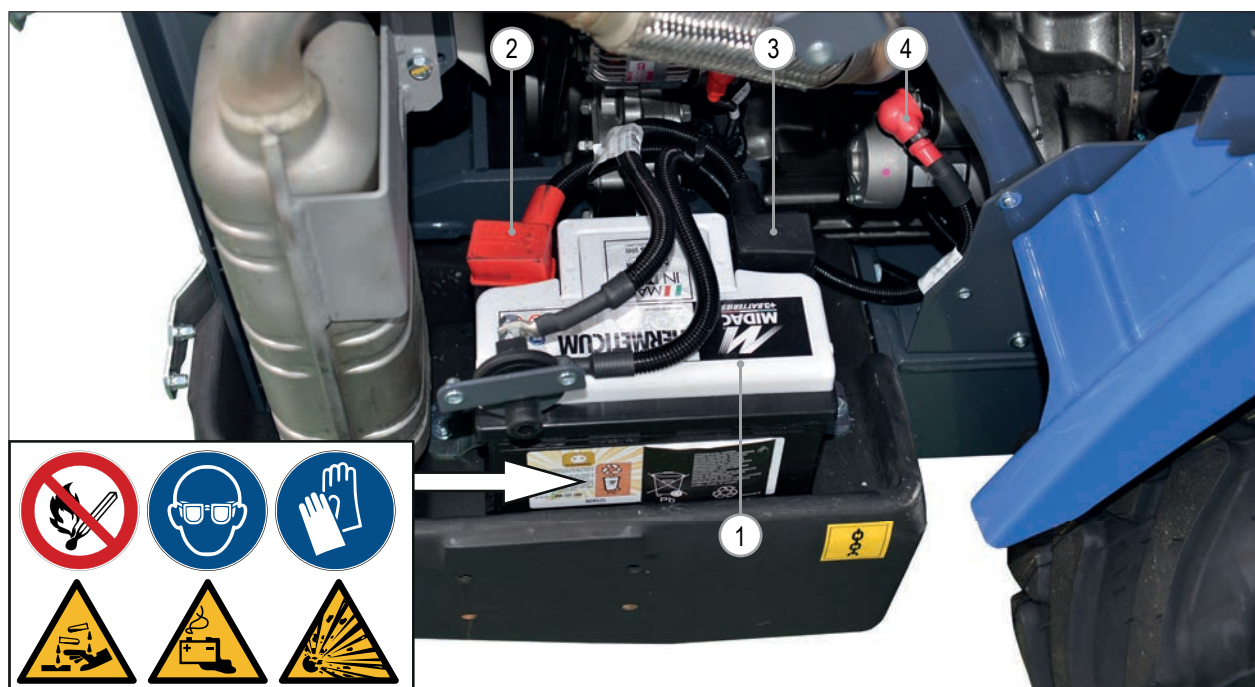

РИС. 48
- Аккумулятор (РИС. 48 – Сс. 1) не поврежден, утечки отсутствуют.
- Проверьте соединения силового кабеля (РИС. 48 – Сс. 2 - 3) на предмет следов утечек, коррозии или повреждений.